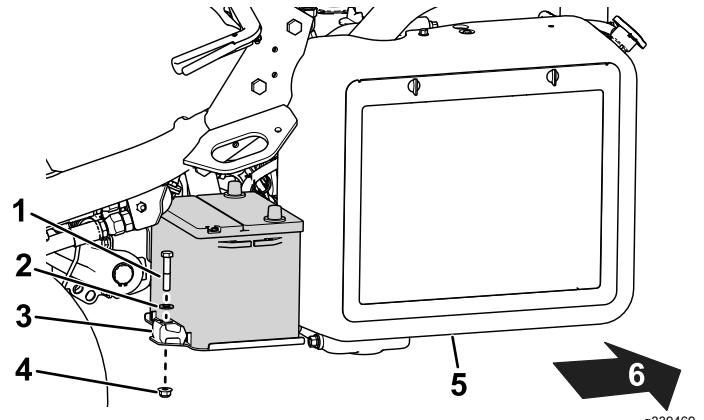

Bild 42
2. Entfernen Sie die Befestigungselemente, mit denen der Akku am Akkuträger befestigt ist (Bild 42), und heben Sie den Akku heraus.
5. Setzen Sie den Akku auf den Akkuträger und befestigen Sie diese mit den zuvor entfernten Befestigungselementen (Bild 42).